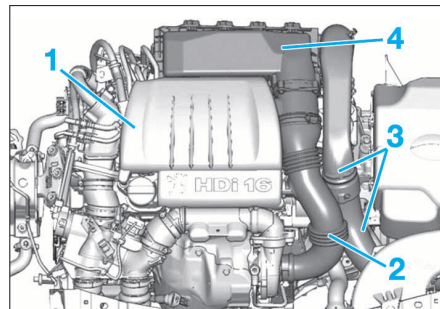

FIG. 67
- le cache de style (1) (Fig.67).
- le raccord (2)
- le collecteur (3).
- le couvercle supérieur (4).